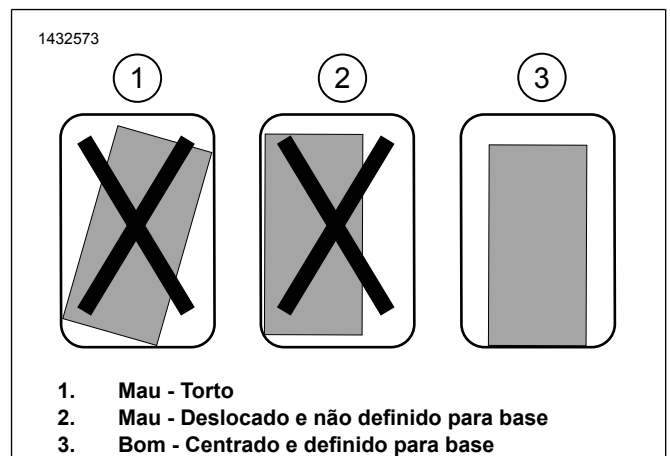

Figura 11. Instalação de suporte de montagem
- a. Figura 11 Teste a colocação do apoio de montagem. O apoio tem de estar direito, centrado e o mais próximo possível do fundo do alforge.
- c. Figura 11 Teste a localização final certificando-se de que o apoio está direito, centrado e o mais próximo possível do fundo do alforge.